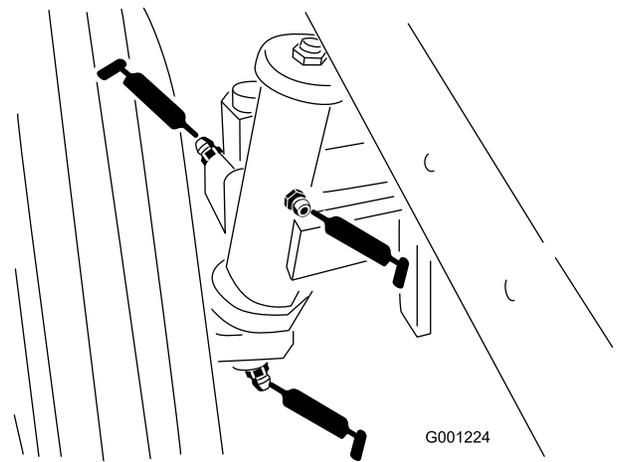

Bild 43
- Spindelbüchsen des Hinterrads (Bild 43)